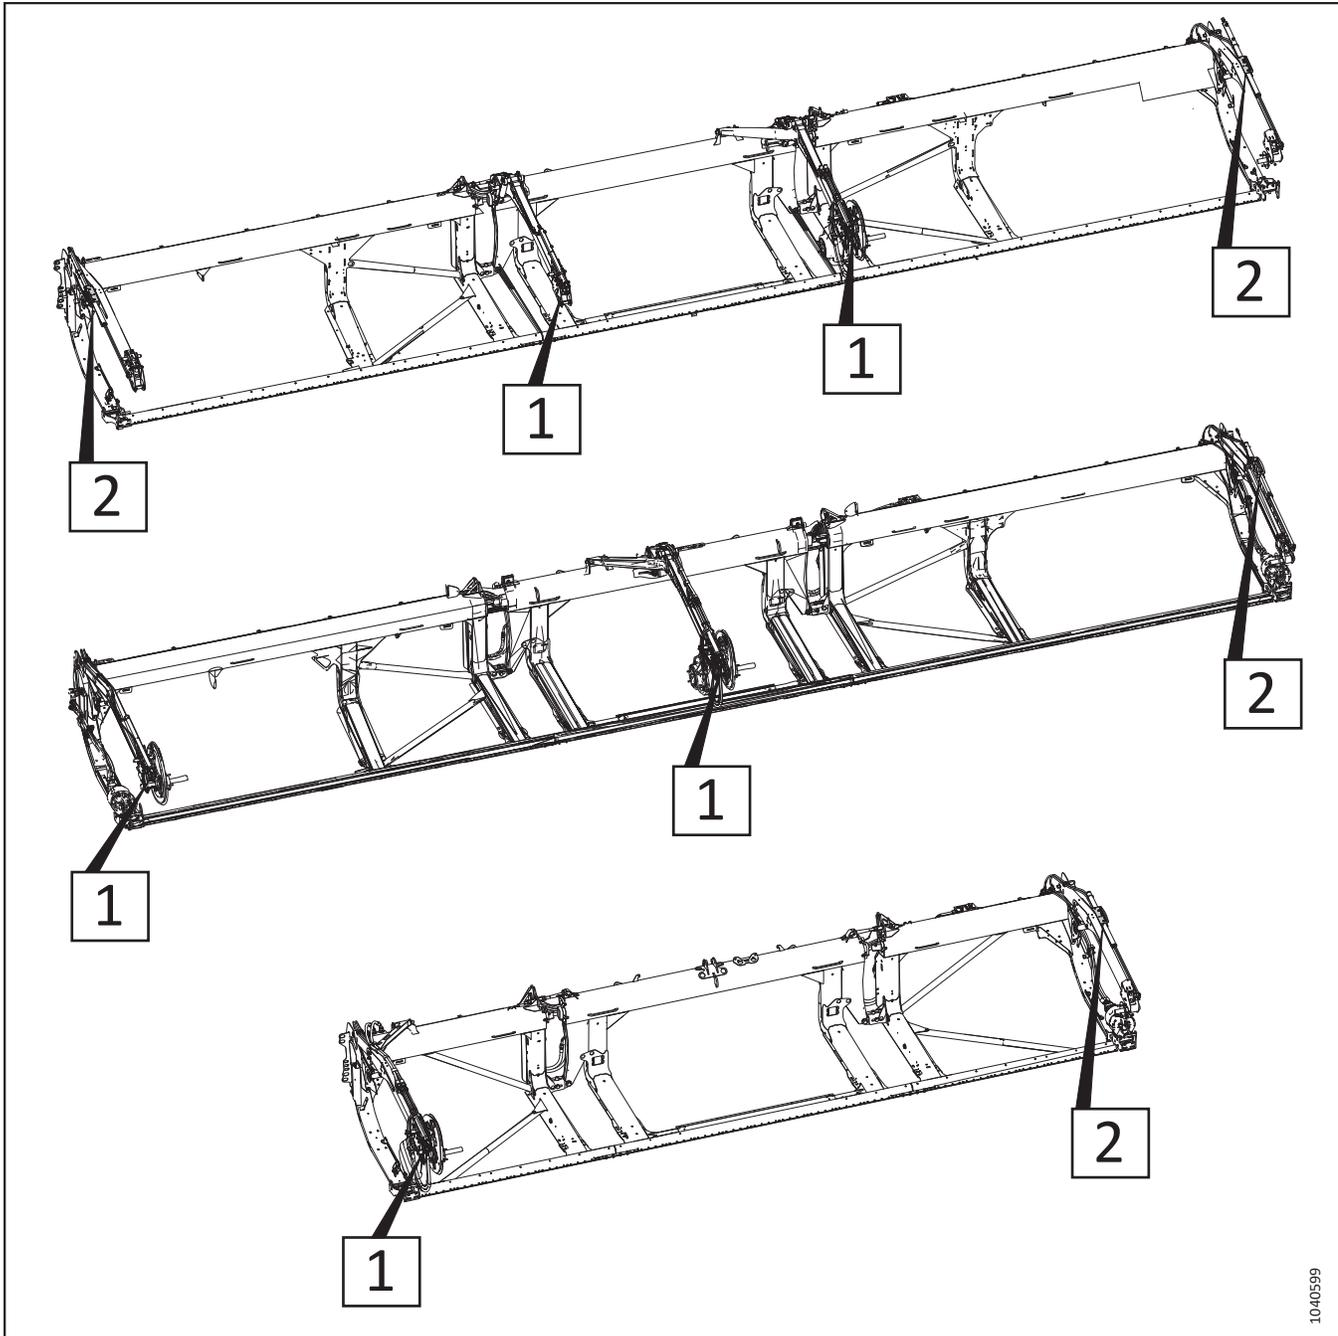

Figure 3.194: Vérins avant-arrière réglables – Numéros de référence des procédures
6. Consultez la figure 3.194, page 174 pour trouver les procédures de réglage des vérins avant-arrière adaptées à votre type de plateforme. Le numéro sur l'illustration se rapporte à l'une des procédures suivantes :